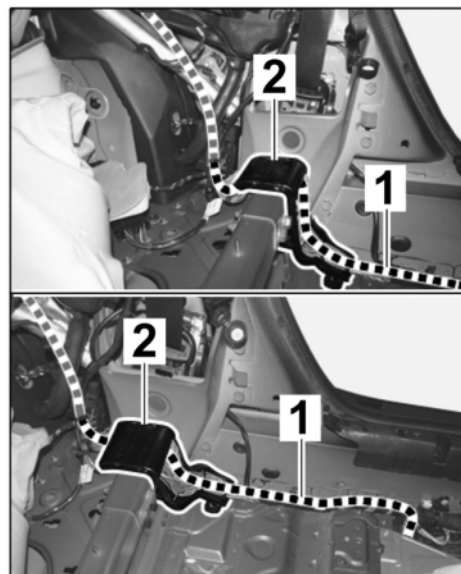

Bild 18
- 3.8 Leitungssatz Sport-Abgasanlage ⇒ *Bild 18 -1-* weiter entlang Leitungssatz Innenraum links, im Kabelkanal ⇒ *Bild 18 -2-* zum Steuergerät Hinterwagenelektronik verlegen.